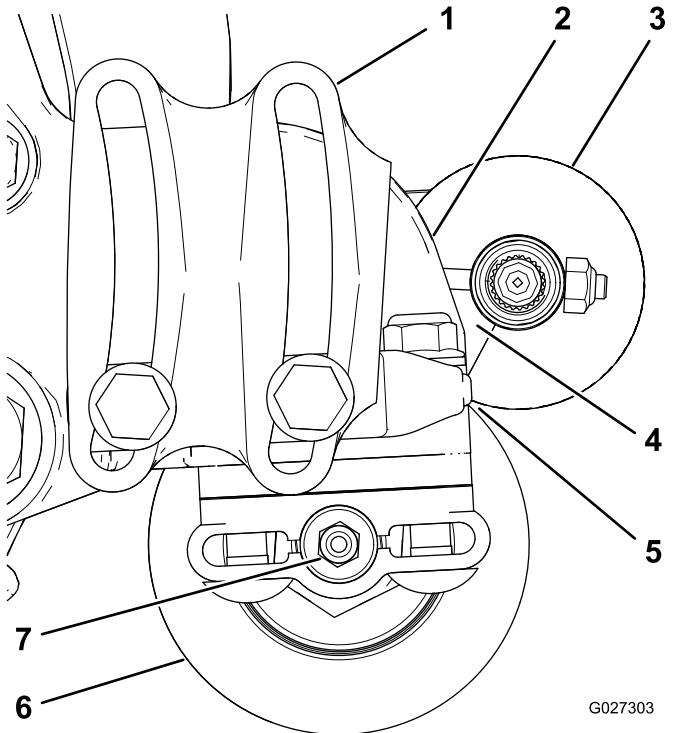

図 12
- ローラブラシが後ローラにわずかに触れるまたは乗るように、ローラブラシの位置を決める図 12。